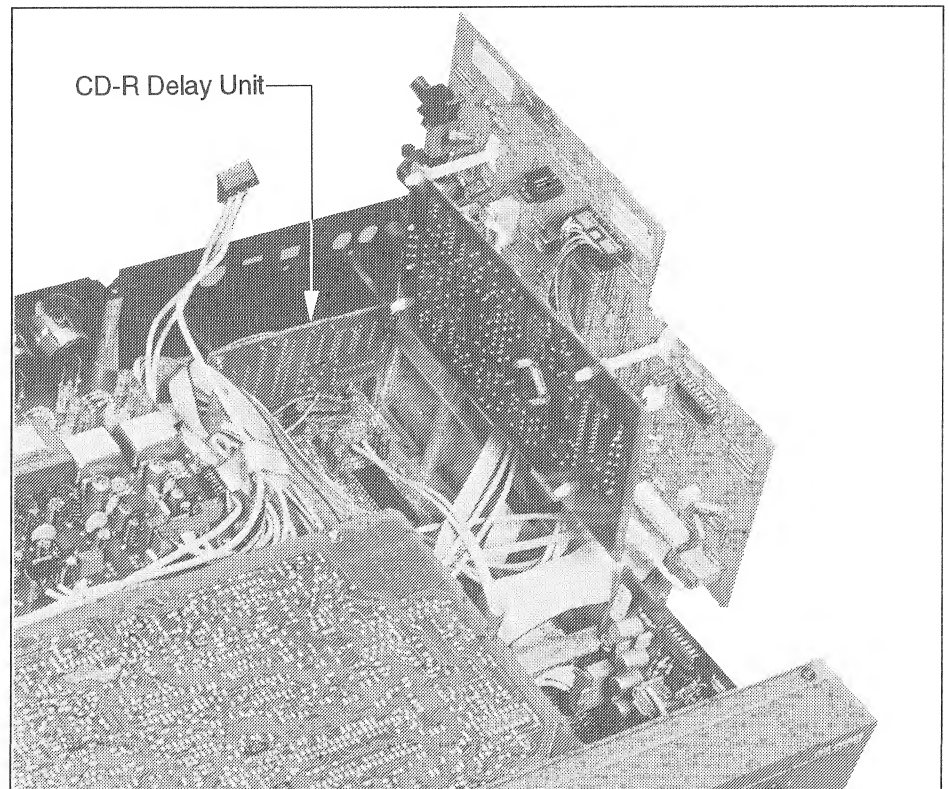

Abb. 2 CDR-Delay Unit eingebaut in den D740 CD-Recorder. Ansicht von vorne oben.
5. CD-R-DELAY UNIT lose an vorgesehener Position ins Gerät legen. (siehe Abb. 2)